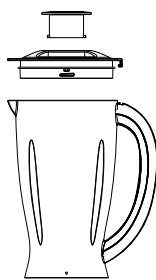

Fig.4
- 6) Puneți cana blenderului cu gura în sus. Puneți garnitura 1 în jurul părții inferioare a capacului și puneți capacul pe cană. Puneți paharul de măsurare în capac, fixând proeminențele de pe ambele părți ale paharului în fantele capacului și rotind paharul în sensul acelor de ceasornic pentru a-l fixa. (vezi Fig. 4)